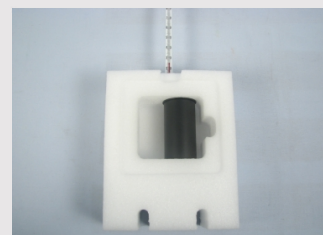

Рисунок 12
2. За допомогою термометра виміряйте температуру води в стакані. Коли вода охолоне приблизно до 55°C, посуňte стакан праворуч так, щоб можна було просто опустити термометр у стакан через отвір у верхній частині колектора, і закрийте сонячний колектор пластмасовою пластиною (рис. 12).